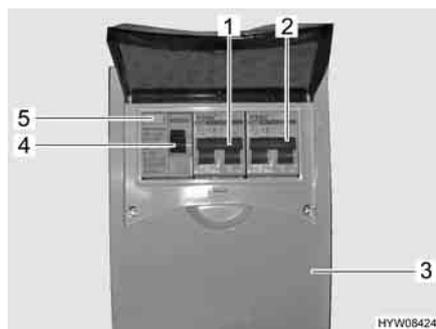

Fig. 100 Scatola dei fusibili a 230 V con interruttore di sicurezza e interruttore automatico FI
Un interruttore di sicurezza per correnti di guasto (interruttore automatico FI) (Fig. 100,4) nella scatola dei fusibili (Fig. 100,3) protegge l'intero veicolo da correnti di guasto (0,03 A).
L'interruttore di sicurezza collegato in serie (10 A) (Fig. 100,1) protegge le prese da 230 V, la centralina elettrica, il caricabatteria supplementare e il frigorifero.
Per veicoli con accessori opzionali, p. es. l'impianto di climatizzazione a tetto, un ulteriore interruttore di sicurezza (16 A) (Fig. 100,2) protegge l'apparecchio.
- Se il veicolo è collegato all'alimentazione a 230 V, premere il tasto di controllo (Fig. 100,5). L'interruttore di sicurezza per correnti di guasto (FI) deve scattare.